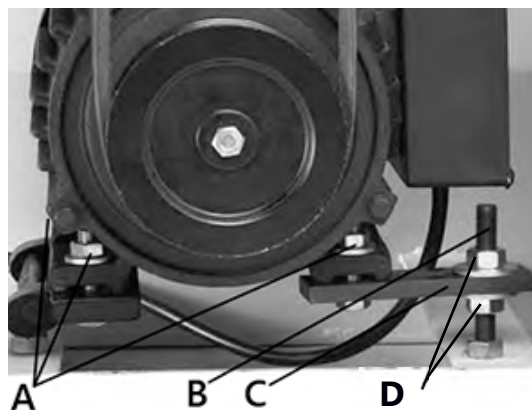

Рисунок 24.
Для замены, отключите станок от сети. Откройте дверцу С (рис. 18), ослабьте крепеж В на пластине натяжения С, которая крепит электродвигатель к кронштейну (рис. 24).
- Чтобы настроить натяжение ремня, гайки D (рис. 24), чтобы передвигать основание электродвигателя вверх или вниз до тех пока не получите отклонение в 12 мм, как написано в предыдущем пункте.
Ослабьте крепеж А, который крепит электродвигатель к кронштейну (рис. 24). Передвигайте электродвигатель горизонтально пока шкив ножевого вала не выровняется со шкивом электродвигателя.